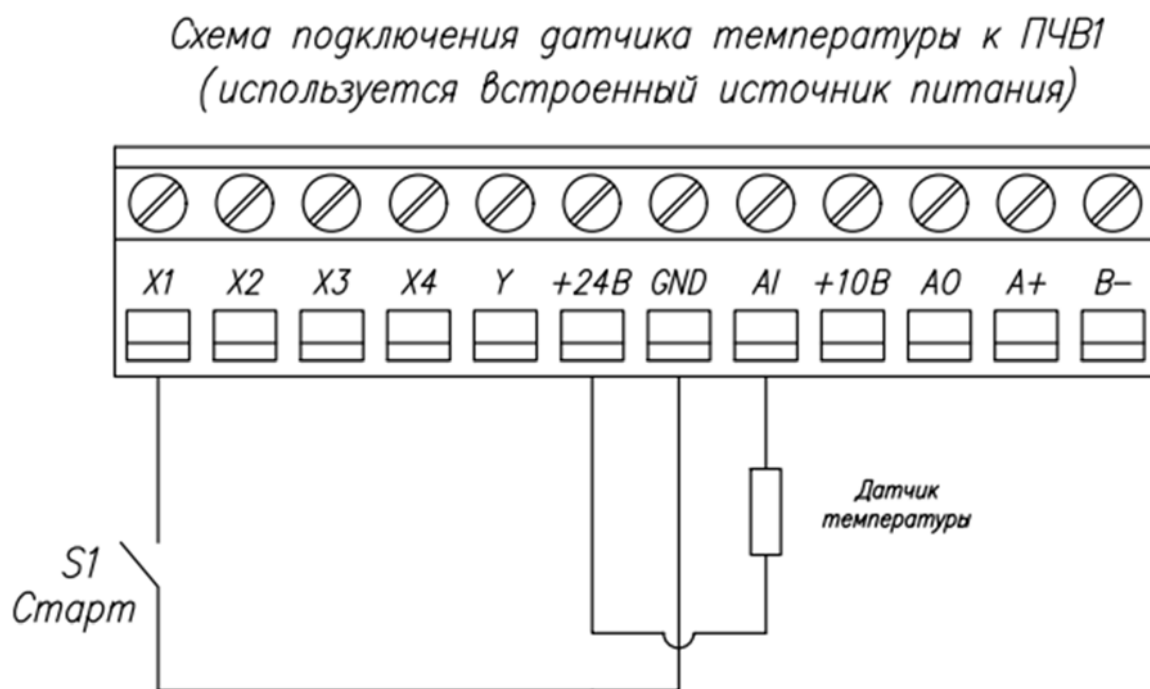

Рисунок 1. Схема подключения датчика температуры к ПЧВ (используется встроенный источник питания)
- С использованием внутреннего источника питания (Рис. 1).